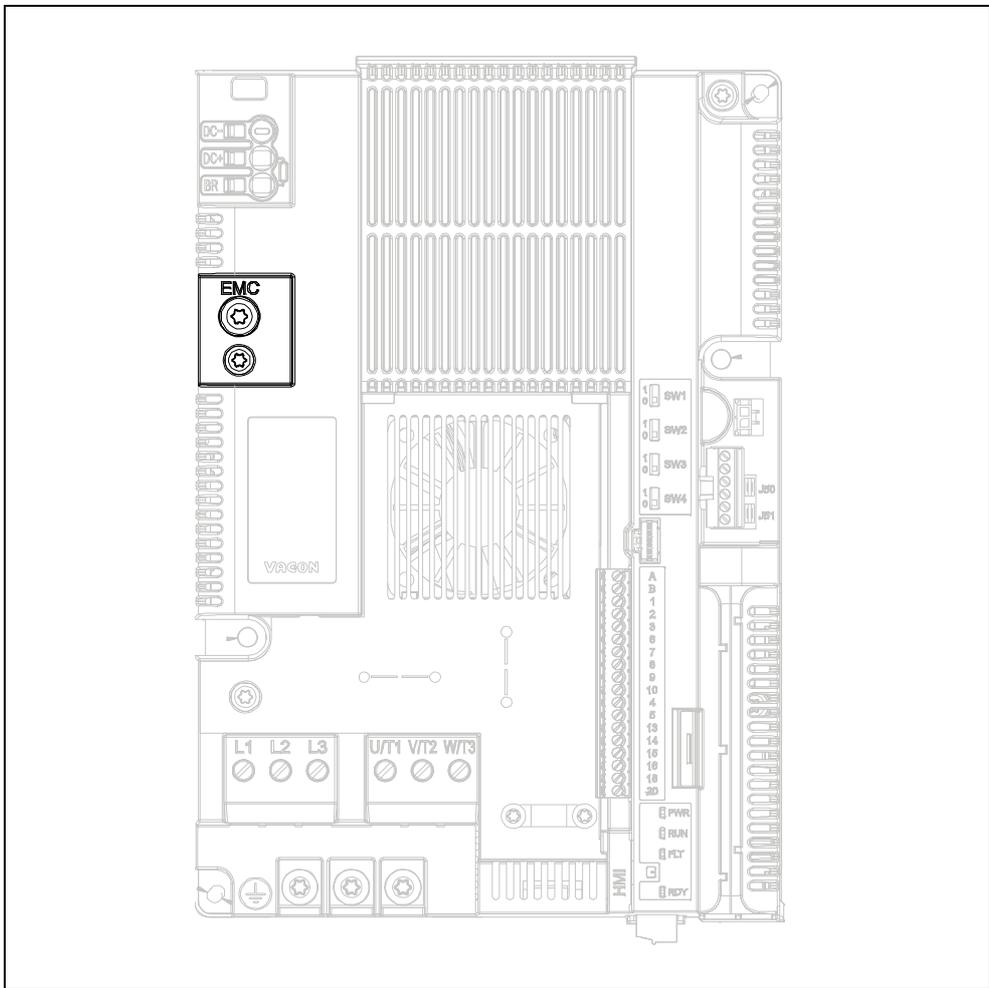

Abbildung 44. Änderung der EMV-Klasse bei Baugröße MU3.
**1** Die EMV-Schraube entfernen, wie auf Abbildung 44 gezeigt wird.